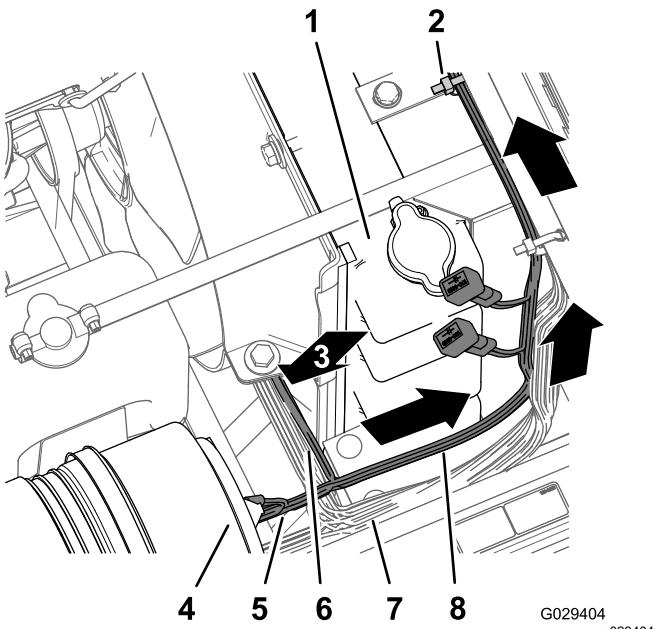

Figura 11
1. Enrute el arnés de cables del kit de acabado hacia delante, entre la barra del ROPS y la esquina inferior del depósito del fumigador, a lo largo del arnés de cables de la máquina por debajo del limpiador del aire del motor (Figura 10 y Figura 11).
2. Enrute el ramal del compartimiento del motor de 197 cm del arnés de cables (con el terminal de anillo, el terminal hembra y el conector hembra de 5 vías) hacia arriba por el lateral derecho del radiador, sobre la parte superior del mismo y por debajo de la base de la consola central (Figura 11).